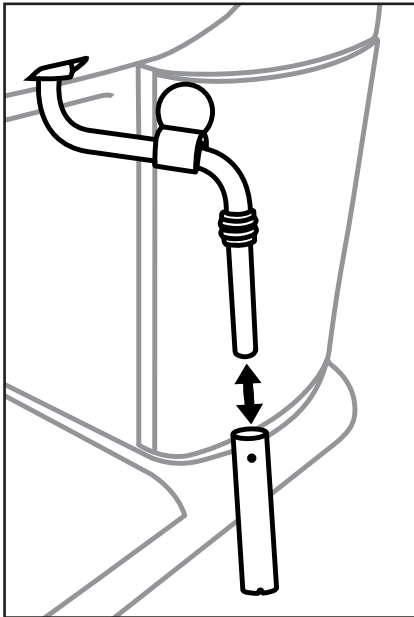

Bild 1
- 1) Ställ ett tomt kärl under mjölkskummaren ⑩.
- 2) Direkt efter att du använt mjölkskummaren vrider du ångreglaget ⑦ till läge + och väntar några sekunder tills ångan försvunnit.
- 3) Stäng ångreglaget ⑦ (vrid mot läge - tills det tar stopp), stäng av produkten och dra ut kontakten.
- 5) Dra av mjölkskummarens ⑩ hölje (bild 1) och rengör det noga i varmt vatten.
- 7) För tillbaka höljet över munstycket igen (bild 1).